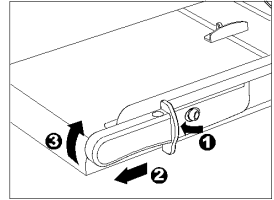

Fig. 1
- Appuyez sur le blocage du bras vers le bas (Fig. 1/1).
- Tirez en même temps le bras vers l'avant par la poignée (Fig. 1/2).
- Relevez le bras (Fig. 1/3).